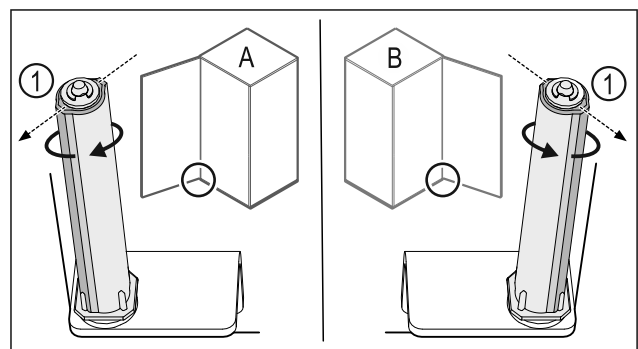

Fig. 36 Ovi avautuu vasemmalle (A) / ovi avautuu oikealle (B)
- ▶ Kierrä sulkuyksikköä vastusta vasten niin pitkälle, että sulkujärjestelmän porras Fig. 36 (1) osoittaa ulospäin.